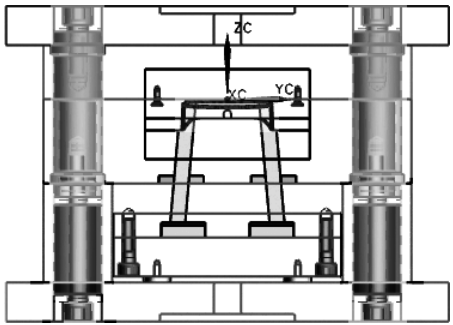

图 8-96 修剪斜顶头部
(2) 选择黄色的顶块实体作为要修剪的目标体，在图 8-95 所示的【修边模具组件】对话框中单击【应用】按钮，就完成了了一边的修剪，用同样的方法完成另一边的修剪。修剪结果如图 8-96 所示。